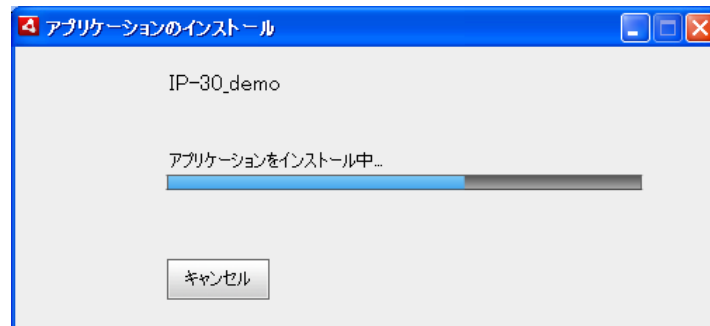
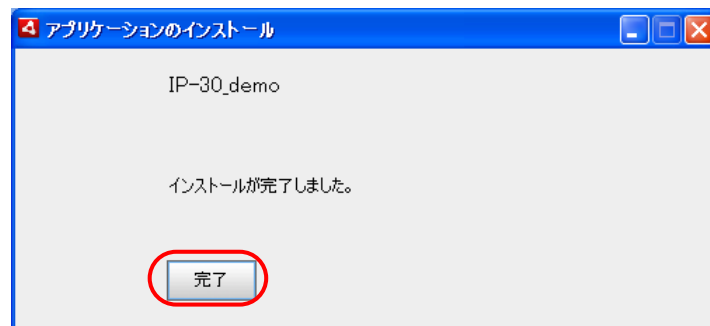

図 4-3 インストール中画面
図 4-4 インストール完了画面
4. アプリケーションのインストールが開始され（図 4-3）、[インストールが完了しました。]のメッセージが表示されればインストールは終了です（図 4-4）。[完了]ボタンをクリックしてウインドウを閉じてください。